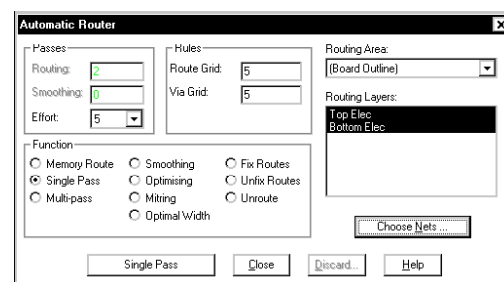

Рис. 18. Настройка однопроводного режима трассировки.
6. В окне Automatic Router в поле Function выберем процедуру Single Pass, зададим параметр Effort равным 5, шаги сеток сделаем равными 5 милс, в качестве области трассировки (Routing Area) укажем всю плату (Board Outline), слои для трассировки (Routing Layer) выберем Top Elec и Bottom Elec (рис. 18), после чего нажмем кнопку Single Pass.